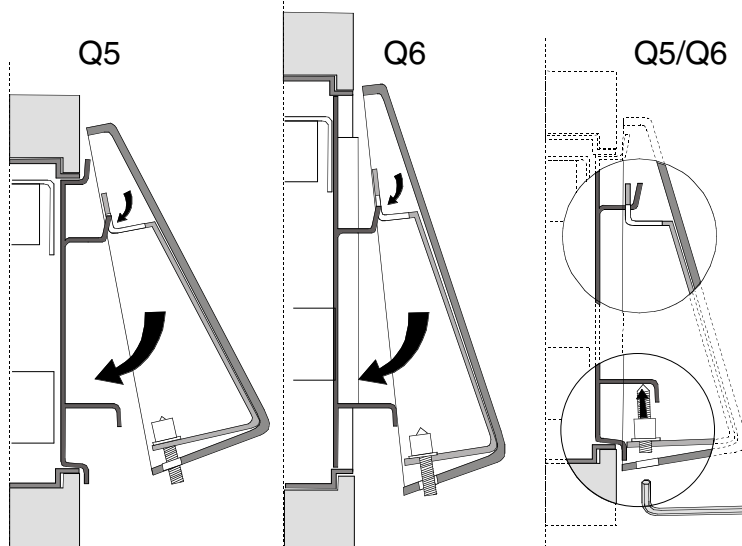

FIG.3
- Appoggiare la placca **P** dell'apparecchio alla piastra **A** e serrare i grani di tenuta con chiave idonea (non in dotazione). **FIG.3**
- Place the plate **P** of the fitting to the plate **A** and tighten the dowels with a suitable wrench (not supplied). **FIG.3**
- Appuyer la plaque **P** de l'appareil à la plaque **A** et serrer les grains avec une clé appropriée (pas fournie). **FIG.3**